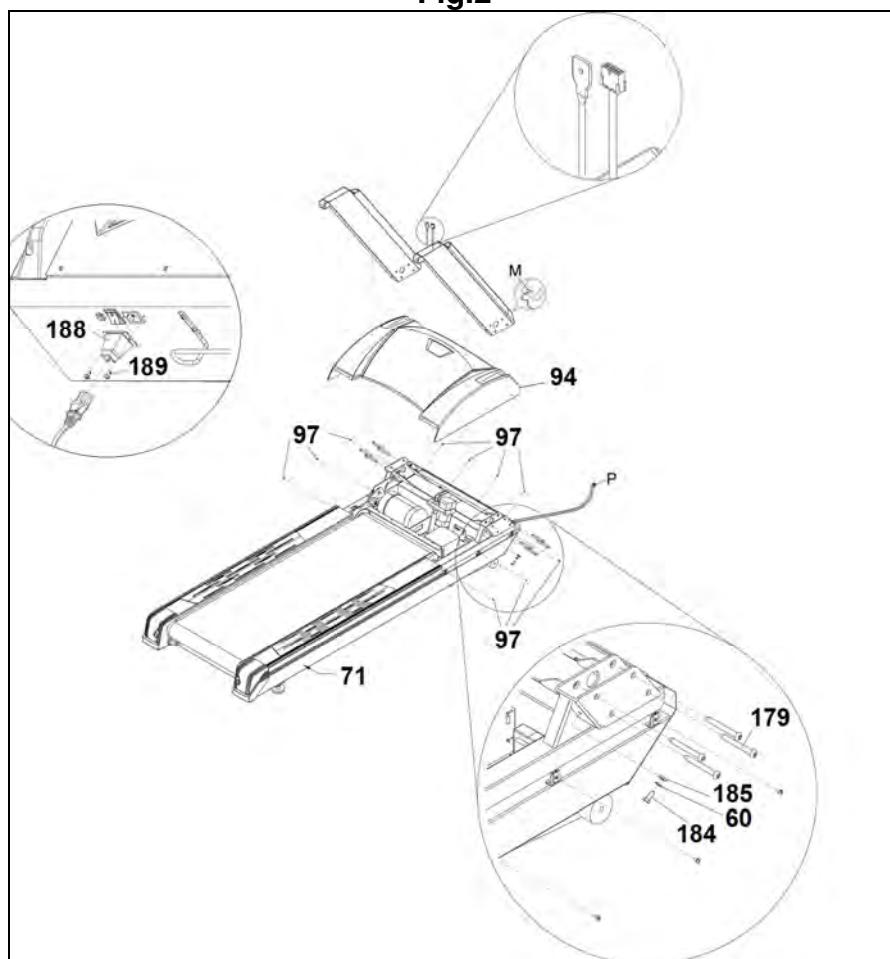

Fig.3
Suelte las tapas inferiores (175) y (176) y deslicelas hacia abajo como muestra la Fig.3.
Coja el manillar apoya manos (55) y conecte los cables (61.1) (61.2) (61.3) y (61.4) con los cables (125) (120) (108) y (110) que salen de la parte superior de las barandillas (170) Fig.3.